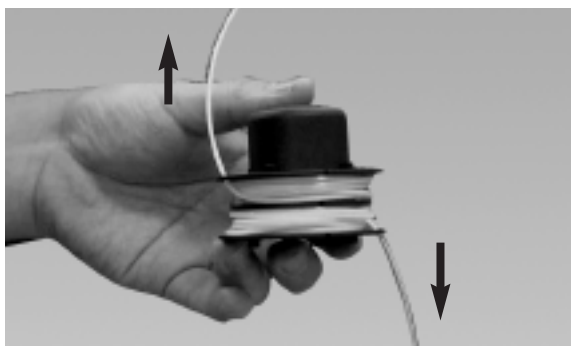
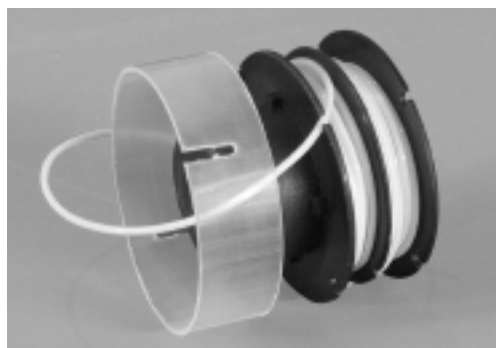
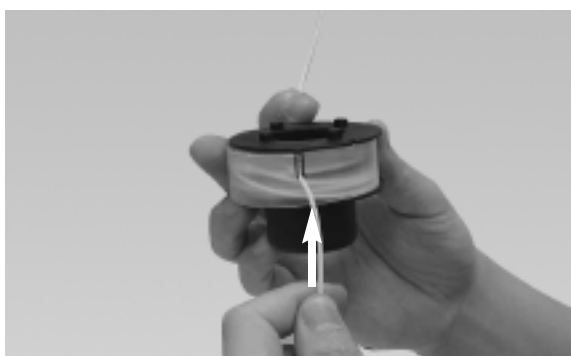
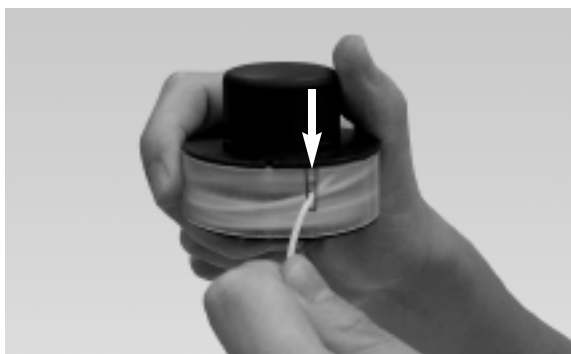

Fig. 16
Fig. 17
Fig. 18
Fig. 19
6. Installez le bout du fil dans l'orifice opposé (Fig. 16). Remplacez le support transparent (Fig. 17). Tirez le fil de dessous et le fixez dans l'orifice en dessous du support transparent (Fig. 18). Tirez le fil de dessus et le fixez dans l'orifice en dessus du support transparent. (Fig. 19)